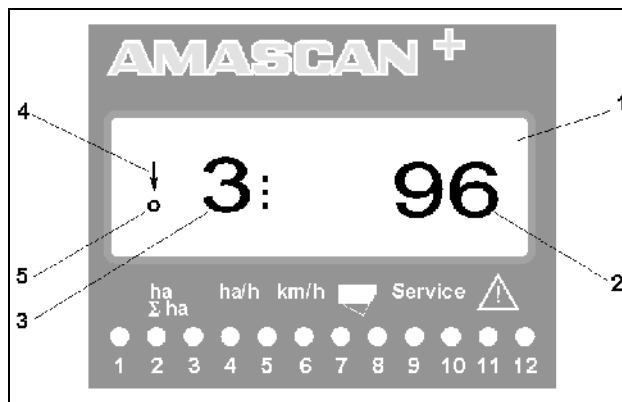

Fig. 4
Følgende bliver vist i det 6 cifrede display (Fig. 4/1) når enkorssåmaskinen er i arbejdsstilling:
- højre – det momentane antal [kerner/ha]/1000 (Fig. 4/2).
- venstre (Fig. 4/3) skifter tallet 1, 2, 3 osv. automatisk hver 5 sekund, her bliver nummeret på det såaggregat der momentant bliver overvåget vist i displayet.
- den lodrette pil (Fig. 4/4) og ringen (Fig. 4/5), under pilen blinker, så snart bevægelses sensoren (sensor "X") giver impulser til **AMASCAN⁺**.